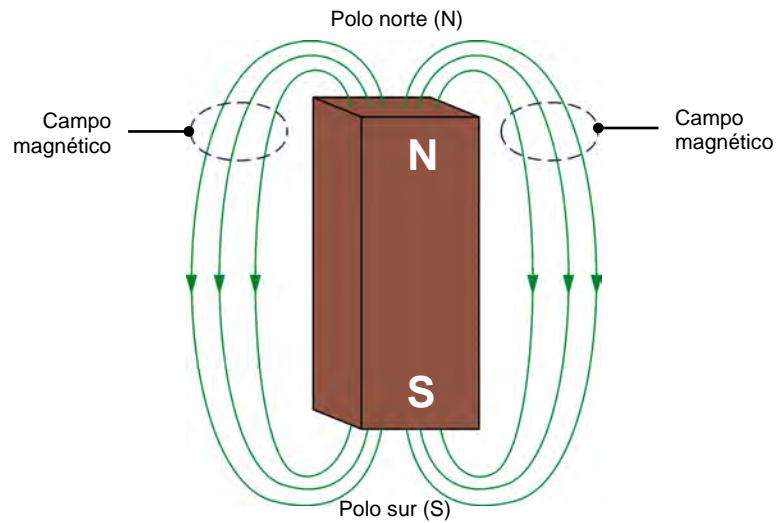

Figura 13. Imán permanente con sus polos llamados norte (N) y sur (S).
Un **imán permanente** es una pieza de hierro o de metal rodeada por un campo magnético, como se muestra en la figura 13. Este campo magnético es constante, es decir, persiste naturalmente sin necesidad de una corriente eléctrica. El imán tiene un polo norte (N) y uno (S). Estos polos están situados cerca a los extremos donde la intensidad del campo magnético es mayor.